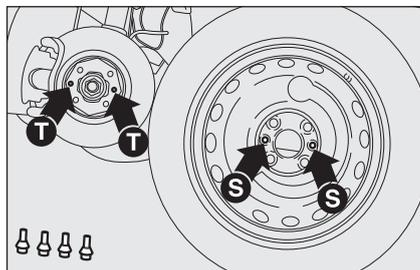

fig. 7
- monte la rueda de repuesto (más pequeña que una rueda normal) haciendo coincidir los orificios **S-fig. 7** con los espárragos de centrado **T**;
- monte la rueda normal de uso haciendo coincidir los orificios **S-fig. 7** con los espárragos de centrado **T** correspondientes;